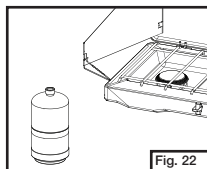

Fig. 22
- Para almacenaje o transporte, el regulador puede ser colocado debajo del soporte de la olla. (Fig. 22)